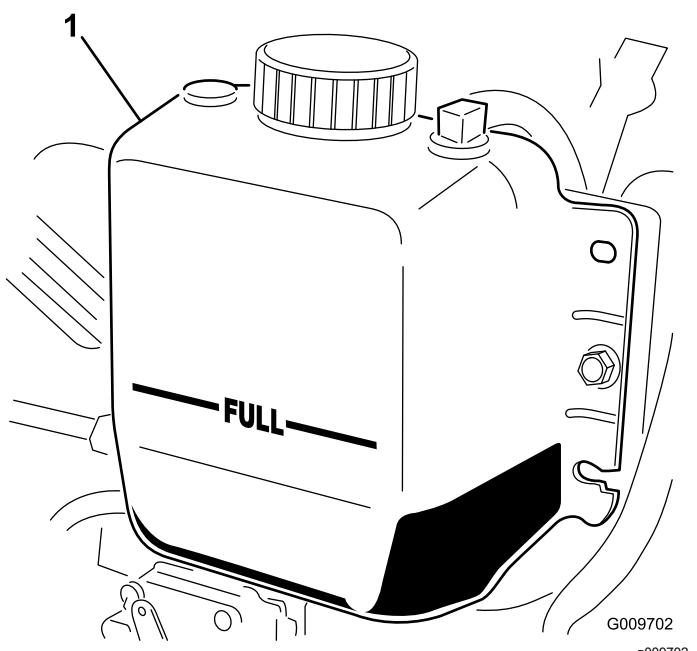

Figura 71
2. Verifique o nível do líquido de arrefecimento do radiador. O radiador deverá encontrar-se cheio de líquido até ao cimo do tubo de enchimento e o nível do líquido no depósito de expansão deverá atingir a marca CHEIO (Figura 71).